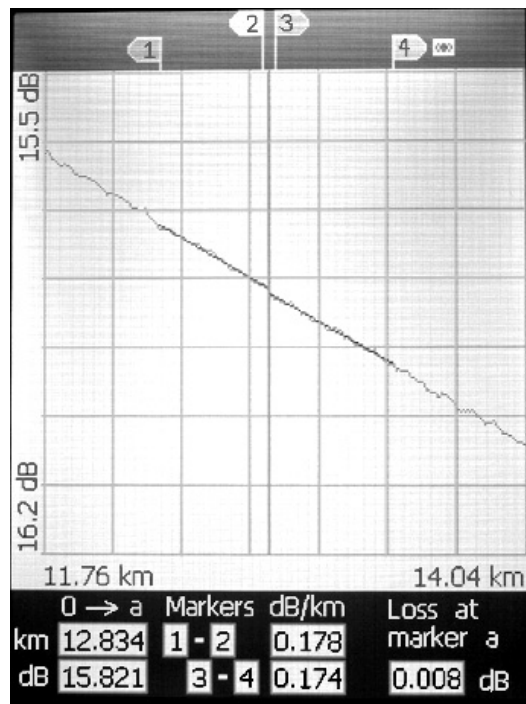

Рис. 6
6.3.3.4. При выборе из меню Loss Method откроется окно, аналогичное показанному на рис.6.